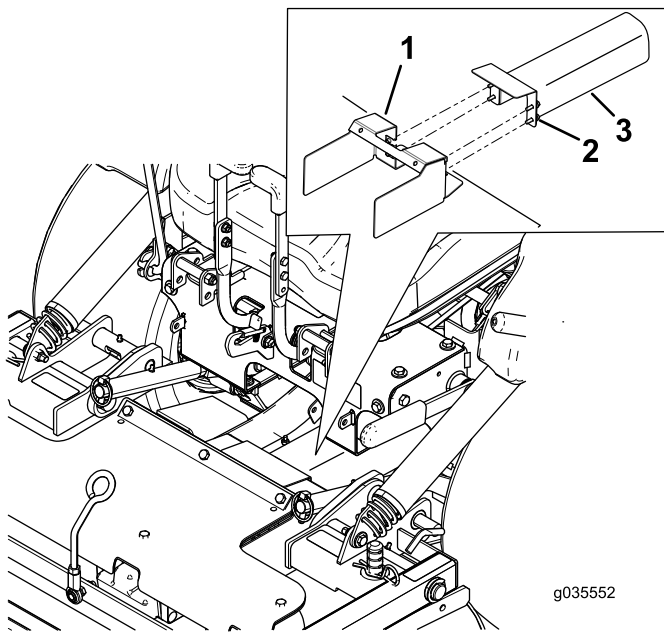

Figure 10
4. Desserrez les boulons et déposez les protections en métal illustrées à la Figure 10.
2. Posez les protections en métal et les boulons comme montré à la Figure 10.